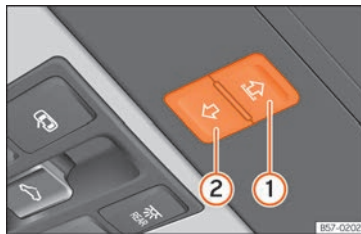

Abb. 68 Im Dachhimmel: Funktionsfläche zur Bedienung des Sonnenschutzrollos.
- Wenn sich das Sonnenschutzrollo innerhalb von 5 Sekunden immer noch nicht schließen lässt, drücken Sie den Taster  (Abb. 68)
②, bis das Sonnenschutzrollo vollständig geschlossen ist. **Das Sonnenschutzrollo schließt ohne Einklemmschutz!**